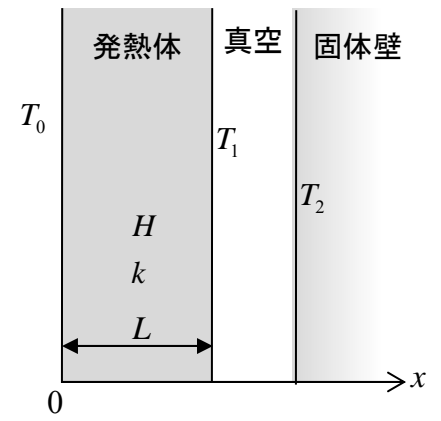

図2.1
図2.1に示すように、発熱体が真空層を挟んで固体壁と向き合っている。発熱体の左側は断熱されており、内部は単位体積あたり H (W/m^3) で一様に発熱している。発熱体の左側および右側の温度は、それぞれ T_0 および T_1 であり、固体壁は一定温度 T_2 (K) に保たれている。発熱体と固体壁の間はふく射で熱が輸送される。発熱体の厚さおよび熱伝導率は、それぞれ L (m) および k ($\text{W}/(\text{m}\cdot\text{K})$) (一定) であり、奥行きと垂直方向の長さは無限である。